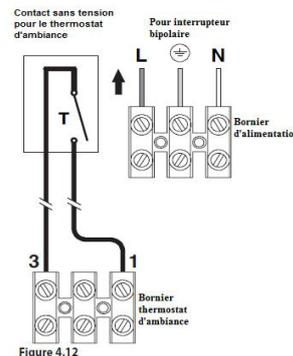

Figure 4.12
- Branchez le câble d'alimentation électrique provenant de l'interrupteur omnipolaire au bornier d'alimentation de la chaudière (Figure 4.12) en respectant la correspondance de la ligne (fil brun) et le neutre (fil bleu).
Pour connecter un thermostat d'ambiance ou vannes de zone, utilisez le bornier du thermostat d'ambiance de la chaudière Figure 4.12.
Les conducteurs électriques de thermostat d'ambiance ou les microcontacts des vannes de zone doivent être insérés entre les bornes « 1 et 3 » comme indiqué à la Figure 4.12.